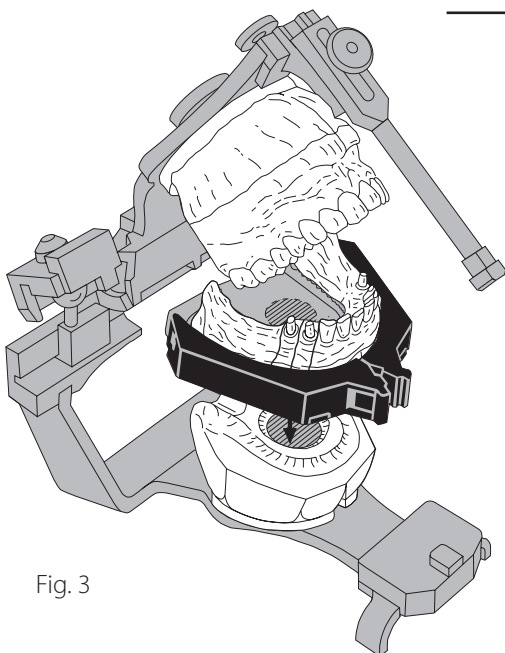

Fig. 3
4. Scoateți modelul din articulator. Desprindeți menținătorul de spațiu prefabricat (Fig. 3).